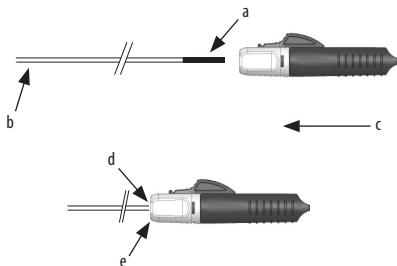
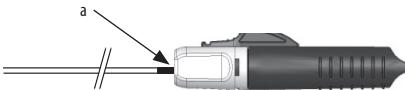

Figure 1.
Figure 2.
3. Maintenez l'extrémité proximale du dispositif d'insertion au niveau de l'extrémité distale de l'indicateur de charge positive (ICP). Avancez le système de détachement instantané (I.D.) sur le dispositif d'insertion d'implant jusqu'à ce que l'ICP pénètre complètement dans l'entonnoir et que le dispositif d'insertion d'implant soit parfaitement positionné dans l'actionneur (cf. Figure 1).
Remarque : Si l'ICP est toujours visible comme dans la Figure 2 ci-dessous, le système de détachement instantané (I.D.) doit être davantage enfoncé jusqu'à ce que le dispositif d'insertion d'implant soit parfaitement positionné dans l'entonnoir comme sur la Figure 1 ci-dessus.